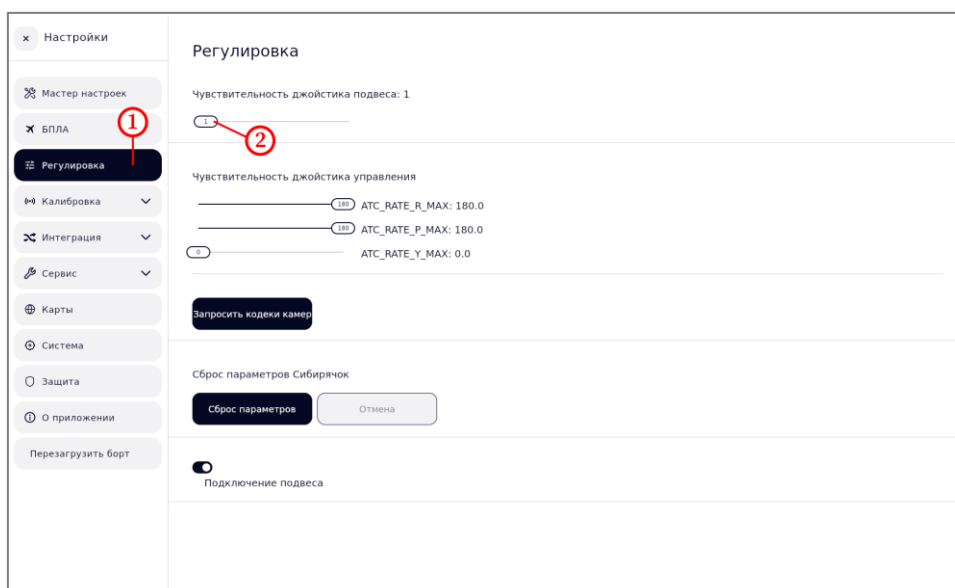

Рисунок 105 – Регулировка чувствительности джойстика подвеса
- в боковом меню выбрать пункт «⚙️ Регулировка» (рисунок 105, шаг 1);
- ползунком установить требуемую чувствительность (рисунок 105, шаг 2).